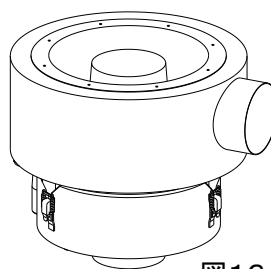

図13
- ③排気ダクト取付カバーを本体にかぶせて、キャッチクリップで3箇所固定して下さい。(図13)